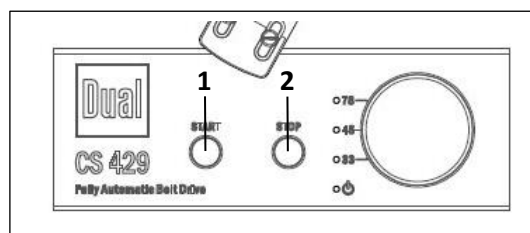

Abb.2
1. Den Netzschalter (8) einschalten. Die LEDs und „33“ leuchten blau. (Abb. 2)
2. Platte auflegen, bei Singles den Zentrierpuck aufsetzen und die Plattengröße einstellen (19).
3. Am Drehschalter (11) die gewünschte Geschwindigkeit **33, 45; 78** wählen. Die gewählte Drehzahl wird per LED angezeigt.
4. Den Halteclip an der Tonarmablage lösen und die Start-Taste (1) drücken.
6. Der Abspielvorgang kann jederzeit mit der STOP-Taste (2) beendet werden. Der Tonarm kehrt zurück zur Tonarmablage. Die LED blinkt.